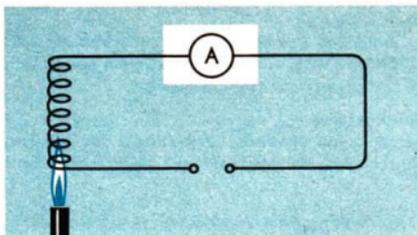

Bild 96/1 Infolge der Temperaturveränderung ändert sich die Stromstärke.
- ③ Jeder Strommesser hat selbst auch einen elektrischen Widerstand.
- 28 Durch einen Brenner wird die Temperatur des in einen Stromkreis eingebauten Stahlrahmes erhöht (Bild 96/1). Während der Temperaturerhöhung ist am Strommesser ein deutliches Absinken der Stromstärke zu beobachten. Beim Abkühlen des Drahtes wird die Stromstärke wieder größer.